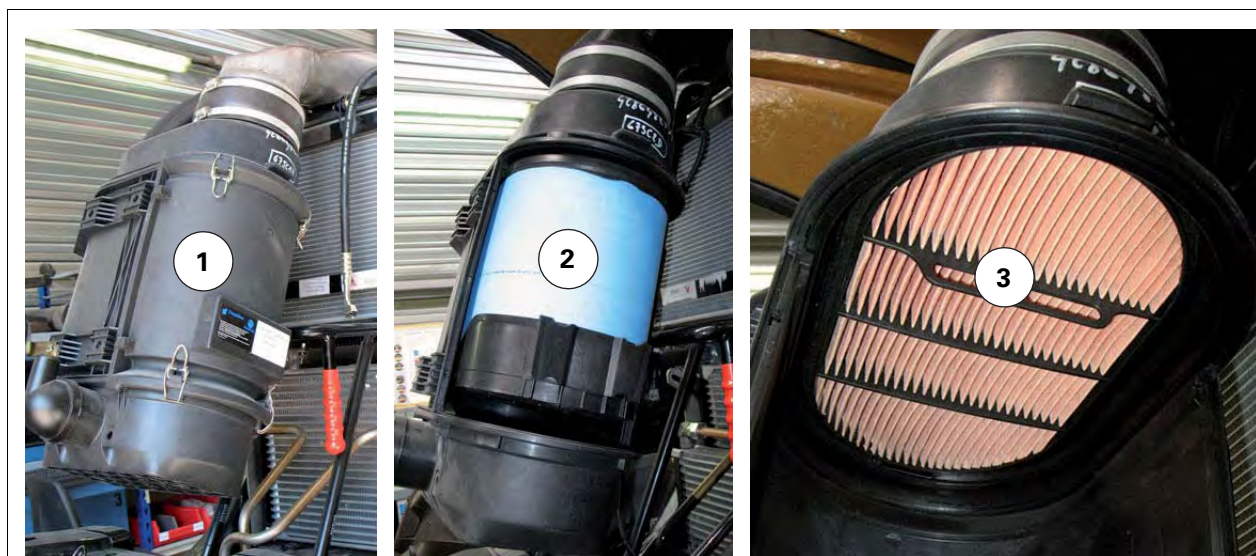

Рис. 15.
- Замена главного фильтра ((2)) необходима рис. 15, если контрольная лампа засора загоралась 5 раз, раз в год или каждые 1200 часов.
- Замена вспомогательного фильтра (3) необходима рис. 15, если он очищался 5 раз, раз в год или каждые 1200 часов.
Снимите главный фильтр (2) и вспомогательный фильтр (3). Для доступа к фильтрам разблокируйте защелку и снимите крышку (1) .рис. 15